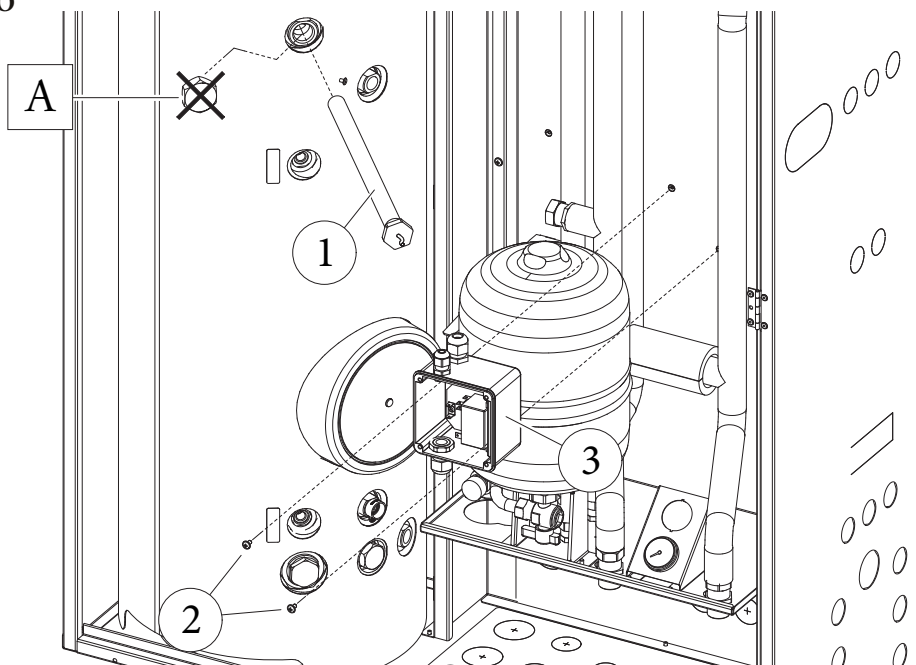

Fig. 1
- Smontare il tappo (A) presente sull'unità bollitore.
- Quindi inserire l'o-ring sulla resistenza (1) ed avvitare la nell'apposita sede sull'unità bollitore (Fig. 1).
- Prendere la scatola allacciamento (3), togliere il coperchio e fissarla tramite le viti (2) ai fori svasati presenti sulla lamiera posteriore (Fig. 1).
- Remove the tap (A) on the storage tank unit.
- Then insert the o-ring on the resistance (1) and screw it in the dedicated seat on the storage tank unit (Fig. 1).
- Take the connection box (3), remove the cover and fasten it to the countersunk holes on the rear metal-sheet plate (Fig. 1) with the screws (2).